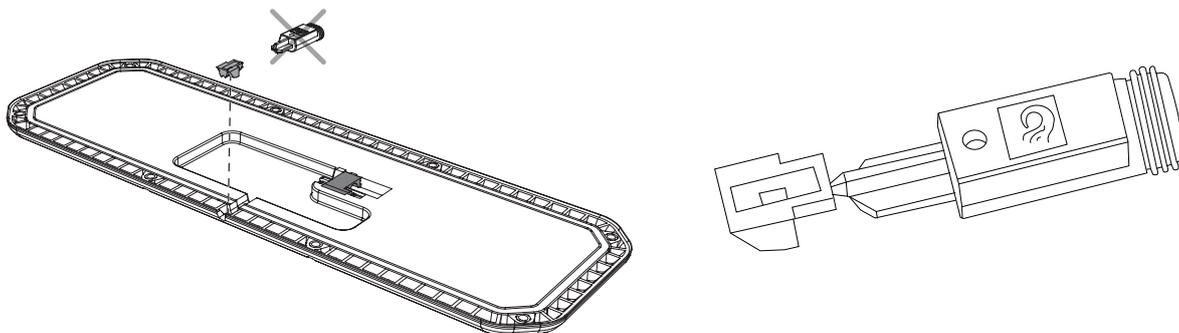

Figura 43. Montaje del tapón para sellar el UCU.
4. Suelte con cuidado la parte exterior del tapón y encaje la toma. Véase la Figura 43